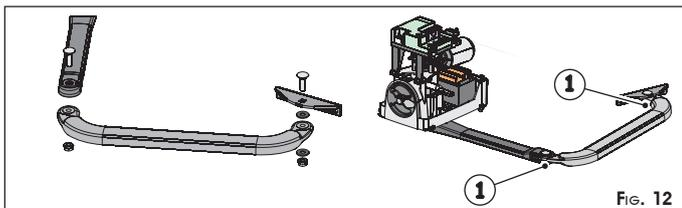

Fig. 12
⑦ Assembler le reste du bras d'après la Fig.12.
Pour un fonctionnement correct, serrer les deux vis de fixation (Fig.12 réf. ①) puis les desserrer d'environ 1/2 tour pour permettre la rotation des bras sans frottements.